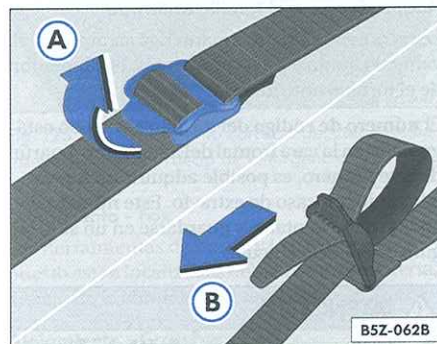

Fig. 129 Cinta para fijación del juego de herramientas
- Suelte la cinta de fijación del juego de herramientas ⇒ fig. 129 A y remuévala totalmente.
- Instale el juego de herramientas y fijela con la cinta según fue indicado ⇒ fig. 129 B.